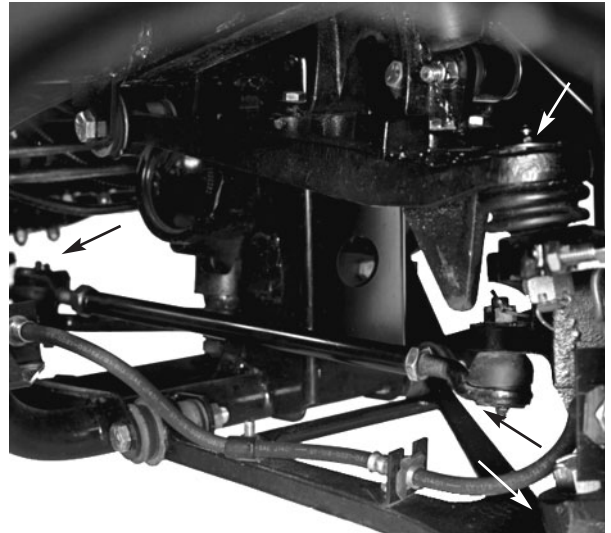

Figure 28
Emplacements et nombre de graisseurs : Embouts de biellettes (4) (Fig. 28), rotules avant (4) (Fig. 28), arbres d'entraînement arrière (18) (Fig. 29), bagues de pivots avant (2) (Fig. 30), arbre de transmission intermédiaire - 4RM seulement (3) (Fig. 31), pivots de pédales (4) (Fig. 32), arbre de direction (1) (Fig. 33) et bras d'accélérateur (1) (Fig. 34).